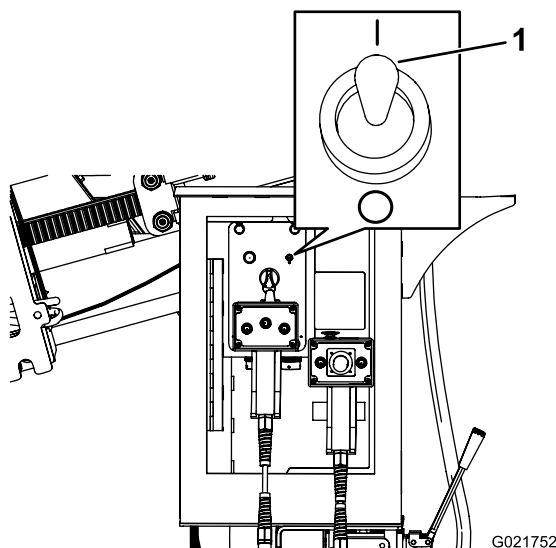

Рисунок 158
6. Переведите переключатель съемного поливного шланга в положение «Вкл.» (Рисунок 158).